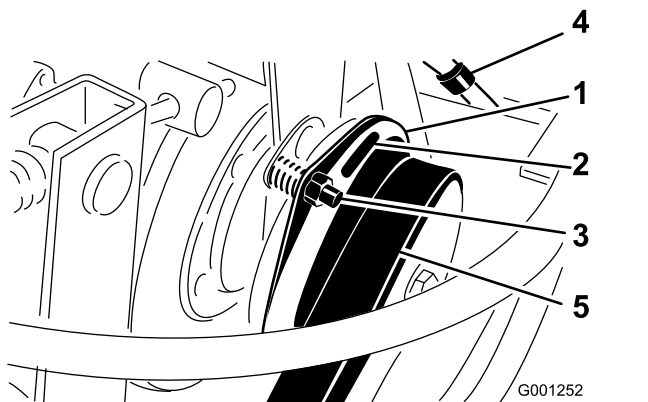

図 77
3. クラッチのライニングと摩擦プレートとの間のギャップを 0.38 mm のすきまゲージが通れるように調整する 図 77。
**注** 調整ナットを右に回すと隙間が小さくなる 図 77。整備時の隙間の最大値は 0.76 mm である。3 か所すべてでエアギャップの調整を行う。